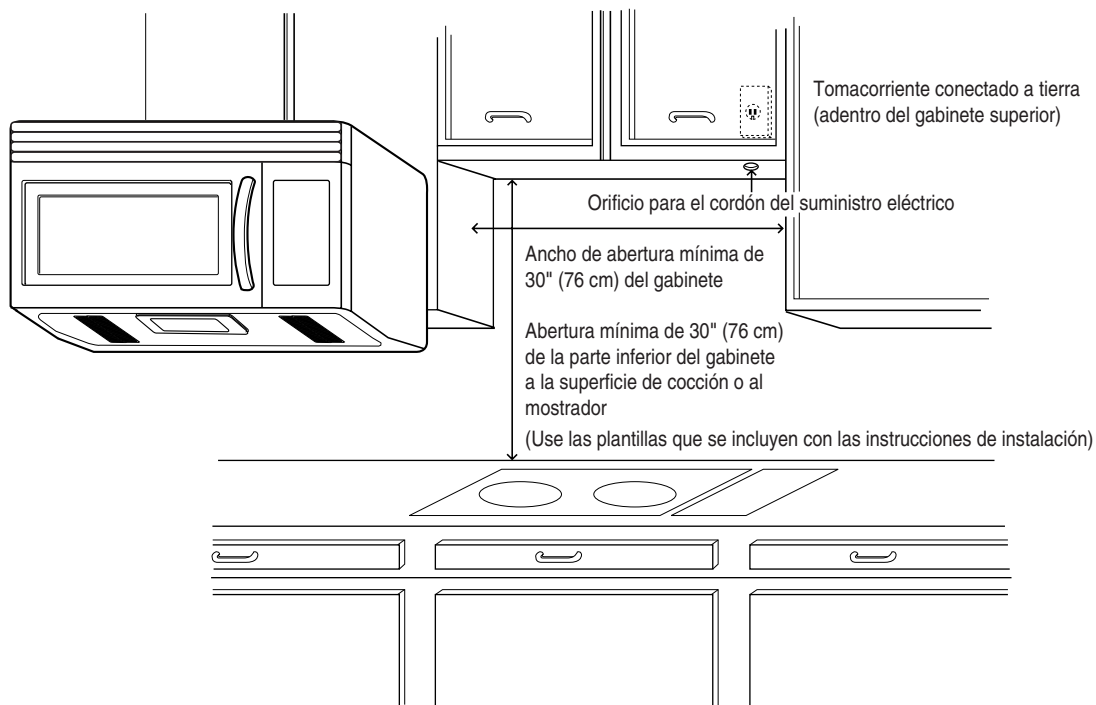

Figura 3
- **ASEGÚRESE** de tener suficiente espacio. Vea la Figura 3 más adelante para saber los espacios mínimos verticales y horizontales.